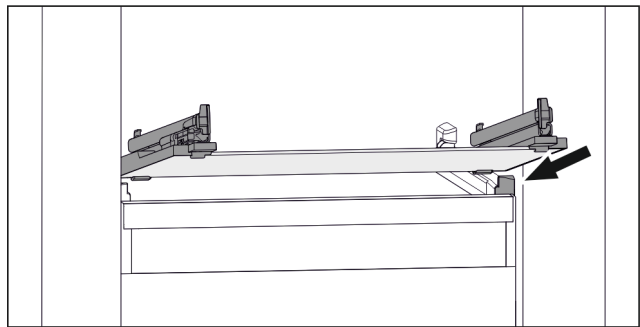

Fig. 94 Приблизне відображення скляної пластини
- ▶ Встановити скляну пластину за стопорами навкосою. (див. Fig. 94)